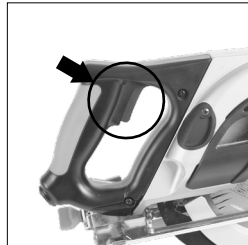

Fig. 8
- Druk op de hoofdtriggerschakelaar om de motor te starten. (Fig. 8)